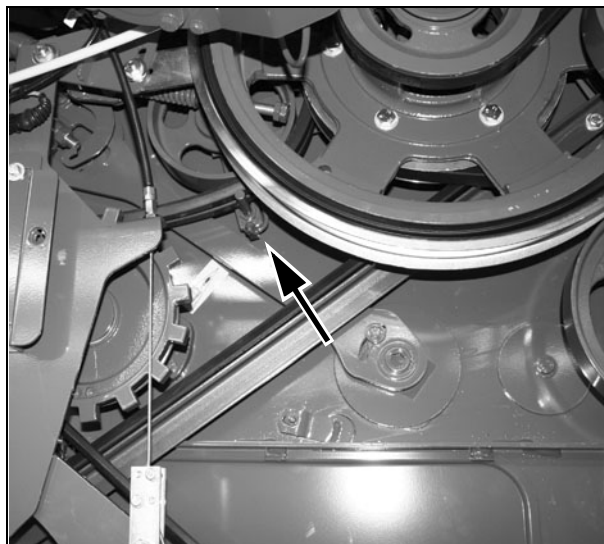

Рис. 13
9.) НАТЯЖНОЕ УСТРОЙСТВО ПРИВОДА ЖАТКИ - Рис. 13